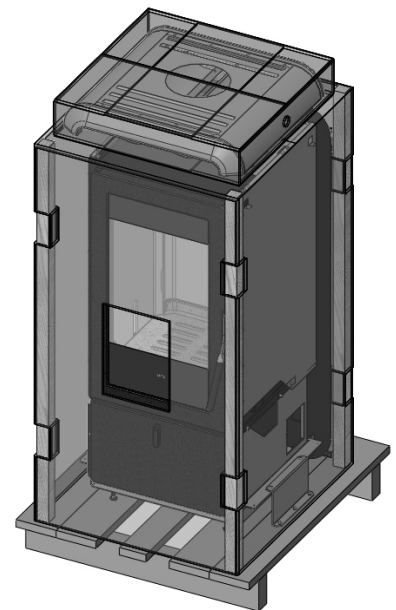

Abbildung 2 - Verpackung des Kaminofens Kasai
- eine Verpackung enthält den Kaminofen (Abb. 2)